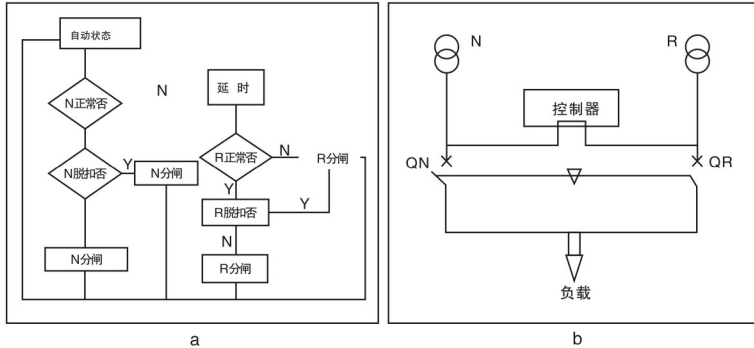

图5-转换开关的原理动作框图
- 8.10 当选用手柄操作时，必须要按下控制模式中“双分”键。使其切断电源。此时可以使手柄操作两台断路器“合”与“分”。转换开关的原理动作框图，见图5